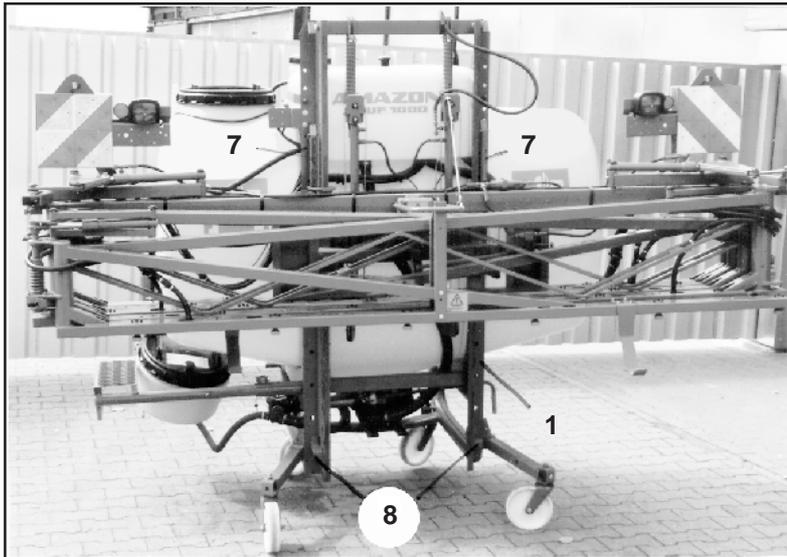

Рис. 10.2
- Вручную передвиньте на максимально возможную высоту оба четырёхгранные профили (рис.10.2/7) и зафиксируйте их в этом положении путем поднятия стопорных элементов (рис.10.2/8) на держателе штанги (рис. 10.2/1).
- Опустить ниже стопорные элементы (рис. 10.2/8) на держателях штанг (рис. 10.2/ 1).